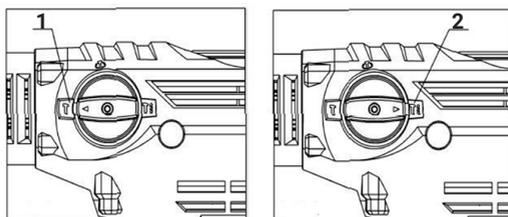

рис.2
1.8 Сбоку, на корпусе редуктора расположен переключатель режимов работы. Он фиксируется в одном из двух положений по горизонтали, отмеченных символами на корпусе редуктора (рис.1 поз.2): «сверло с молотком» (вперед)(рис.2 поз.2) - сверление с ударом, «молоток» (назад)(рис.2 поз.1) - удар или долбление (без вращения). Нажав фиксатор в торце ручки переключателя, поворотом ручки со стрелкой, совместить с нужным символом. Достигнув нужного положения, фиксатор (со щелчком) отжимается, фиксируя ручку в выбранном режиме.